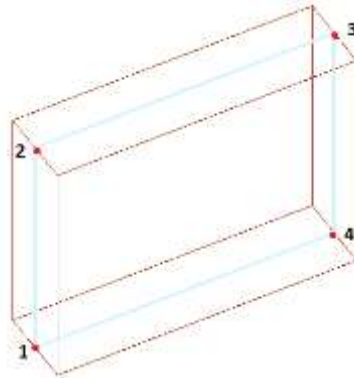

Рис. 21
5. Щелкайте левой кнопкой мыши по серединам граней окна (4 точки) – *Enter* (Рис. 21)